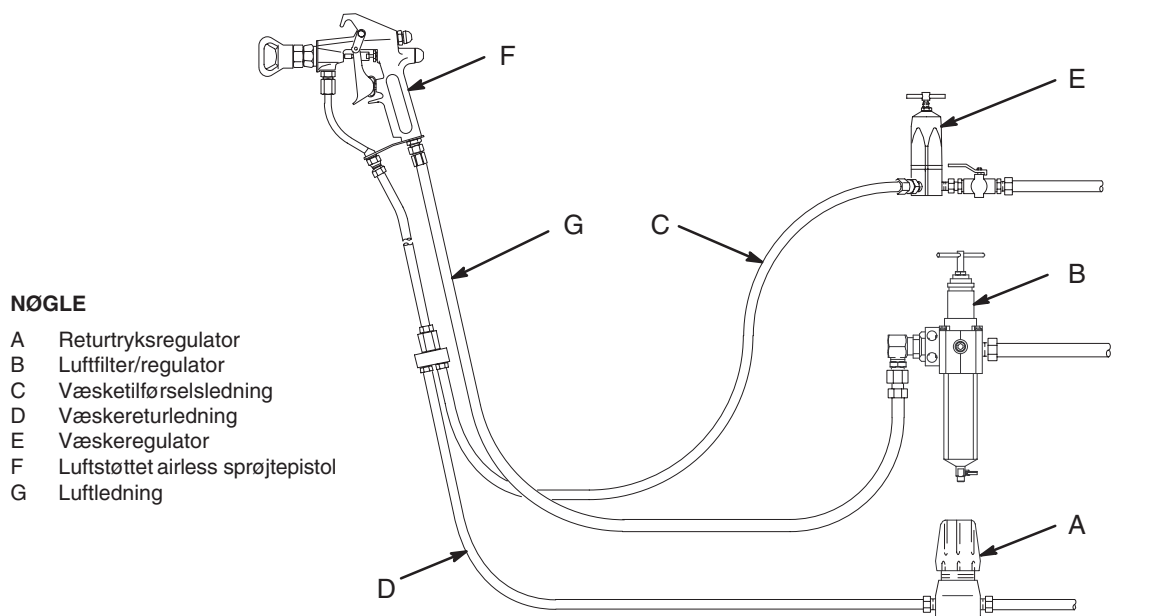

Fig. 1
De typiske installationer, der er vist på Fig. 1 og 2, er kun beregnet som en vejledning i forbindelse med opbygning af et system. Yderligere oplysninger og hjælp med opbygning af et system, der opfylder dine specielle behov, fås ved henvendelse til din Graco-forhandler.
1. Monter returtryksregulatoren (A) på sprøjtepistolens returledning (D). Se Fig. 1 og 2.